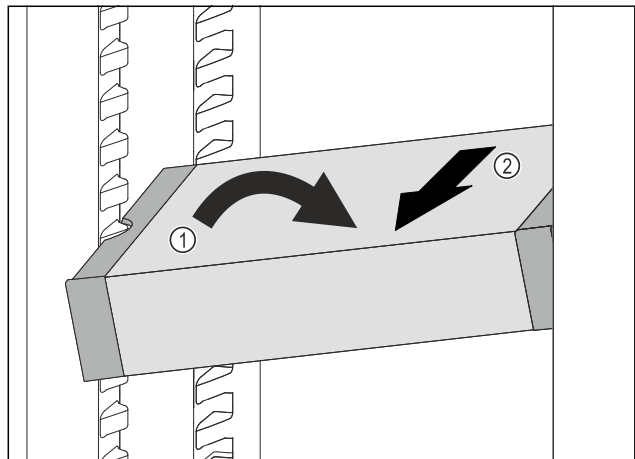

Fig. 111
- ▶ Встановити VarioSafe під кутом в охолоджувальному відділенні. Fig. 111 (1)
- ▶ Витягнути VarioSafe вперед. Fig. 111 (2)